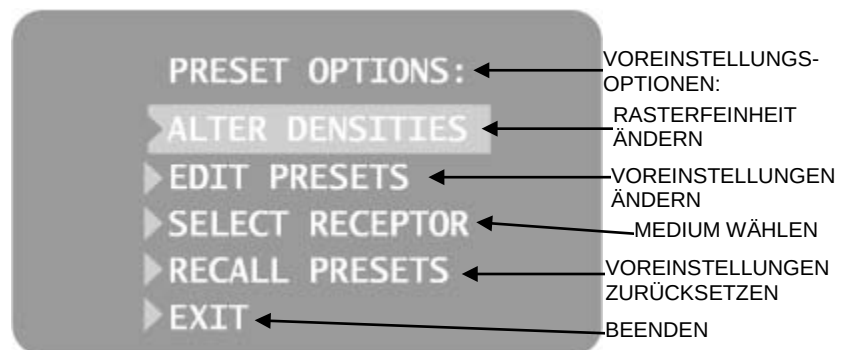

Abbildung 5
1. Im Hauptmenü „Systemkonfiguration“ Abbildung 3 die Option VOREINSTELLUNGEN ÄNDERN wählen. Sie sehen das Menü „Voreinstellungsoptionen“ (siehe Abbildung 5).
4. Im Menü „Voreinstellungsoptionen“ die Option MEDIUM WÄHLEN (Abbildung 5).